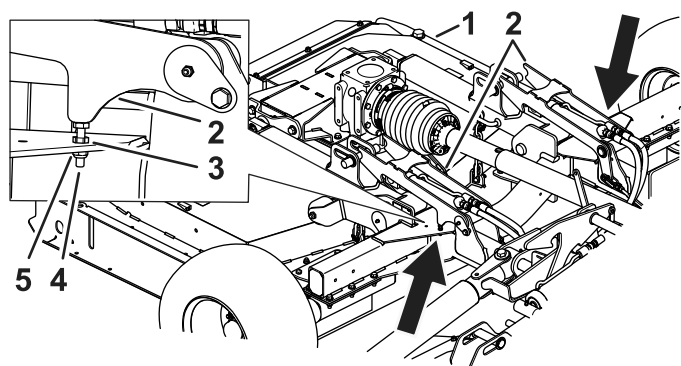

図 85
1. ジャムナットをゆるめる 図 85。
2. ボルトを上下させて、デッキロックが適切にピンにはまるように調整する 図 85。
3. ボルトの調整ができたなら、ジャムナットとナットを十分に締め付ける 図 85。